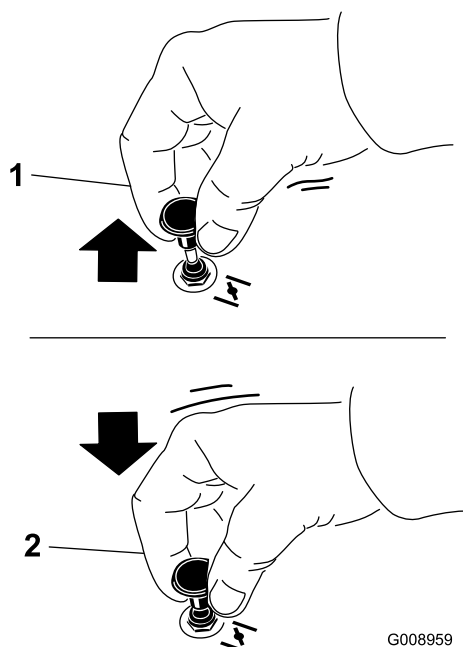

Figura 12
1. Tirate verso l'alto la manopola dello starter per avviarlo prima di utilizzare l'interruttore a chiave (Figura 12).
2. Spingete giù la manopola dello starter per disinnestarlo una volta acceso il motore (Figura 12).